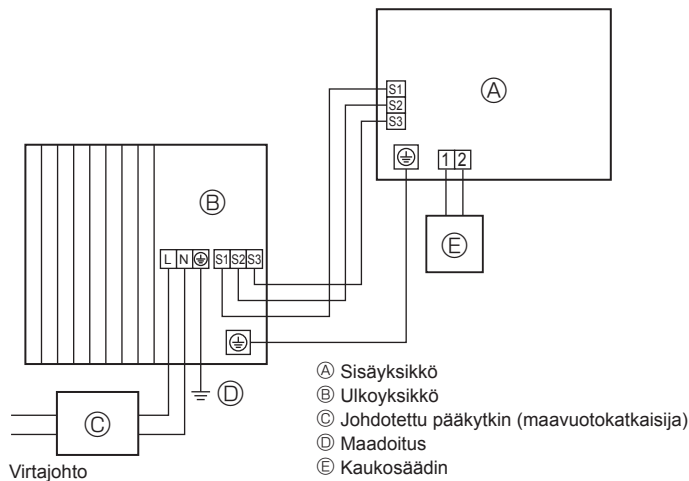
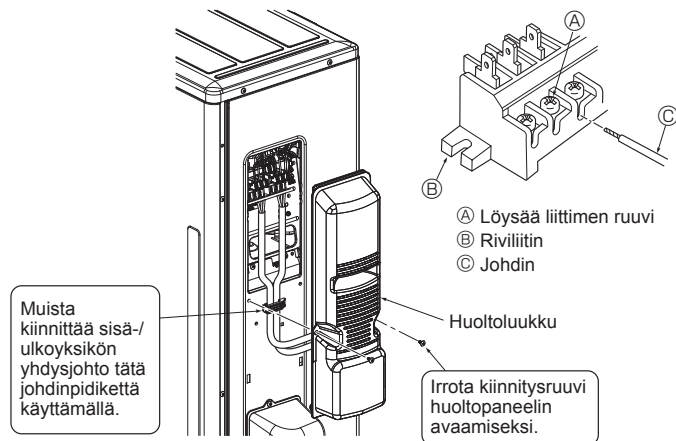
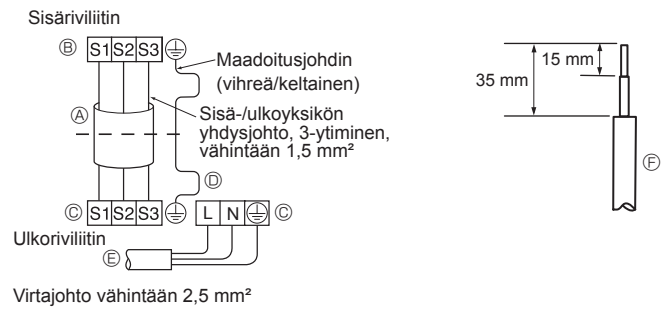

Fig. 6-1
Fig. 6-3
Fig. 6-2
### 6.1. Ulkoyksikkö (Fig. 6-1, Fig. 6-2, Fig. 6-3)
- ① Irrota huoltopaneeli.
- ② Johdota kaapelit Fig. 6-1, Fig. 6-2 ja Fig. 6-3 mukaisesti.
- Suorita johdotus vasemmassa alakulmassa olevan kaavion mukaisesti. (Hanki kaapeli paikallisesti.) (Fig. 6-2)